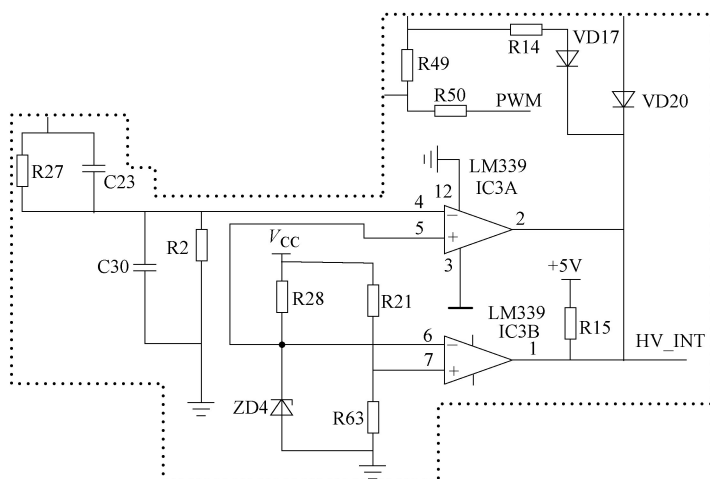

图 1-21 浪涌保护电路
浪涌保护电路的作用是针对电网中的浪涌冲击而设置的，主要是防止市电电压突然升高能够及时自动关闭 IGBT，避免 IGBT 击穿烧毁。如图 1-21 所示（以美的品牌 PSY-18C 型电磁炉为例），该电路由电压比较器 IC3，电阻 R49、R27、R2、R28、R63、R15，电容 C23、C30，稳压二极管 ZD4 等构成，其工作过程如下：从整流模块的电压经分压电阻降压之后送到 IC3 的④引脚，由于比较器的⑤、⑥引脚由稳压二极管 ZD4 提供稳定的 10V 参考电压，因此当④引脚电压大于⑤引脚电压时，在输出端的①、②引脚就会有一个低电平输出，该低电平的出现会使钳位二极管 VD20、VD17 单向导通，从而使 IGBT 停止工作，保护起动；同理，当⑦引脚的电压小于⑥引脚电压时，①、②引脚也会输出一个低电平，使 IGBT 停止工作。